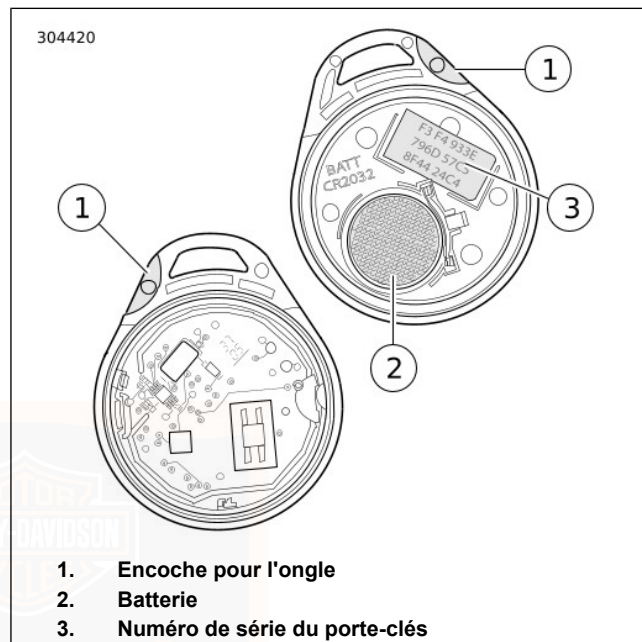

Figure 37. Pile pour porte-clés
1. Voir Figure 37. Tourner lentement une lame mince dans l'encoche pour ongle (1) sur le côté du porte-clés pour séparer les deux moitiés.
2. Retirer la pile (2) et la jeter.